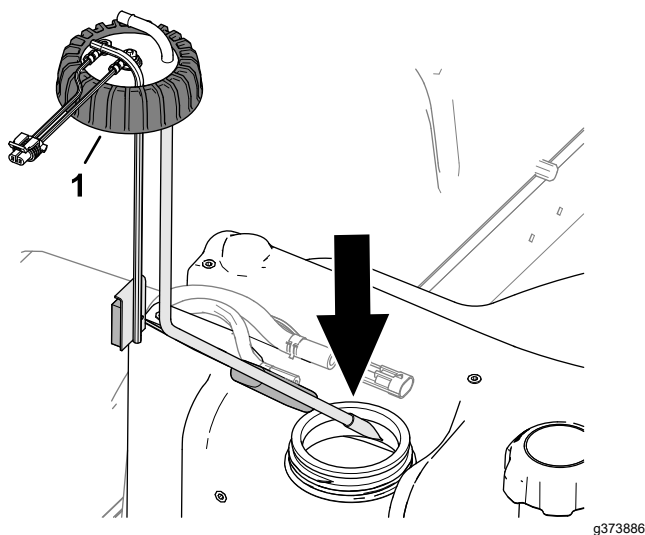

Рисунок 96
2. Осторожно установите топливозаборную трубу и поплавок в топливный бак (Рисунок 96).